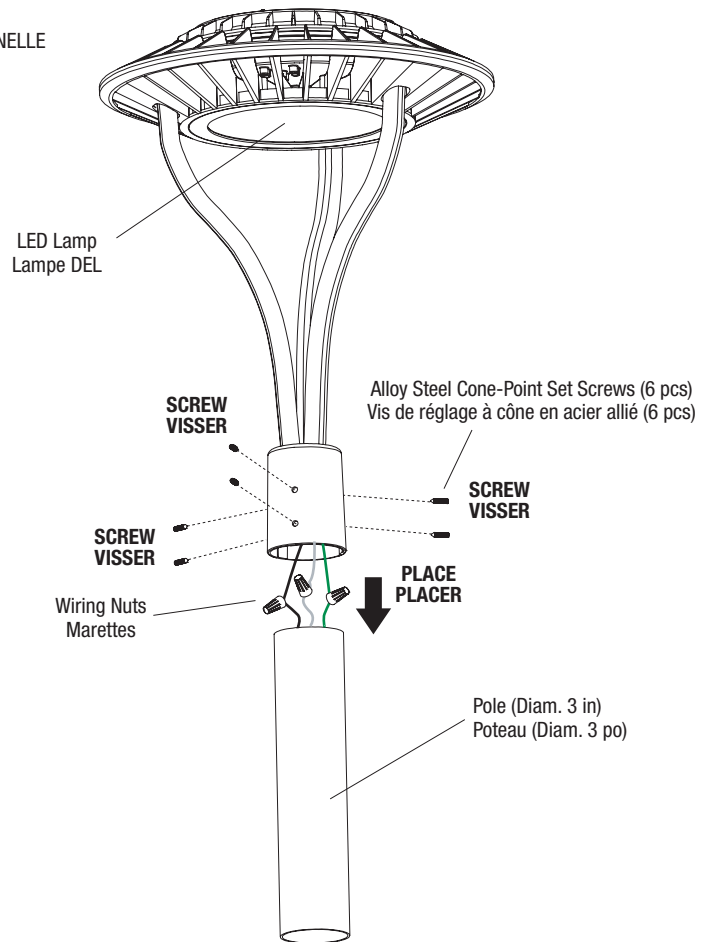

Fig. 2
NOTE: Pull the power cable through the arm, the appropriate gasket and the pole adaptor luminaire holes. Place the luminaire close to the pole and make the appropriate wiring connections using wire nuts (White to Neutral lead, Black to Line lead, Green to Ground lead) (Fig. 2).
3. Mount the luminaire on the pole using the six Alloy Steel Cone-Point Set Screws (Fig. 2).
2. Placer le luminaire près du poteau et effectuer les connexions électriques appropriées en utilisant des marettes (fil Blanc au fil Neutre, fil Noir au fil Vivant, fil Vert au fil de mise à la terre) (Fig. 2). **NOTE:** Pousser tous les fils électriques à l'intérieur du poteau.
3. Monter le luminaire sur le poteau en utilisant les six vis de réglage à cône en acier allié (Fig. 2).